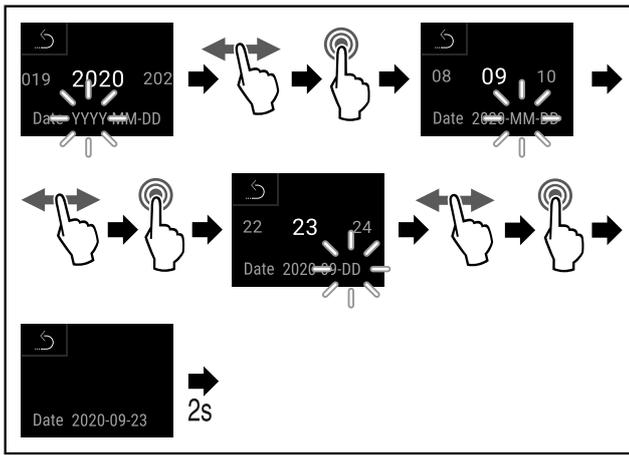

Fig. 107
- ▶ Провести етапи операцій (див. Fig. 107) .